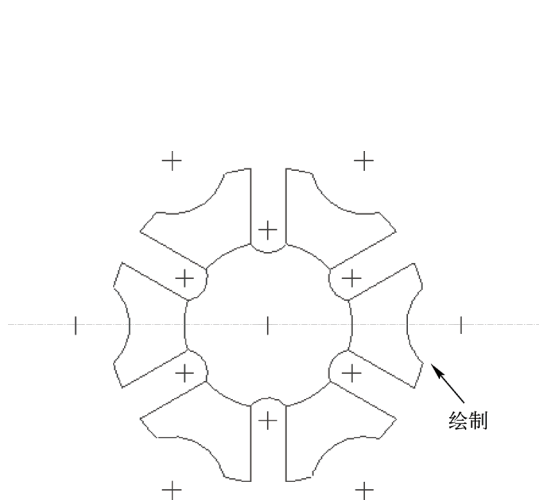

图 2-19 绘制水平中心线
STEP 03 在绘图区中左侧的合适位置处单击鼠标左键，确认起始点，向水平方向移动鼠标指针至合适位置，单击鼠标左键，确认终点，绘制一条水平中心线，如图 2-19 所示。